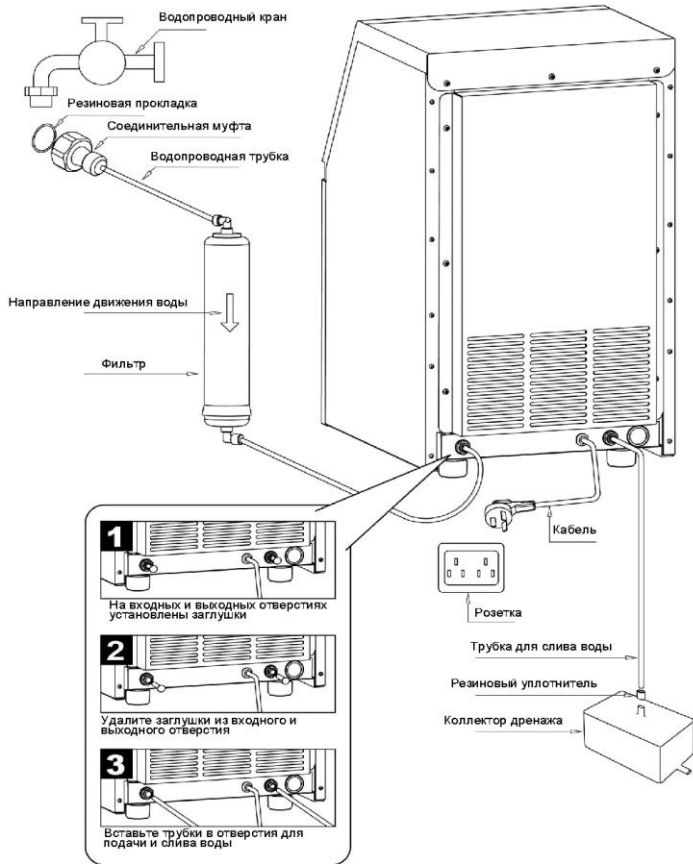

Рис.1 Схема подключению к водоснабжению.
8. Подключить оборудование к инженерным сетям, согласно схеме подсоединения льдогенератора (Рисунок 1).